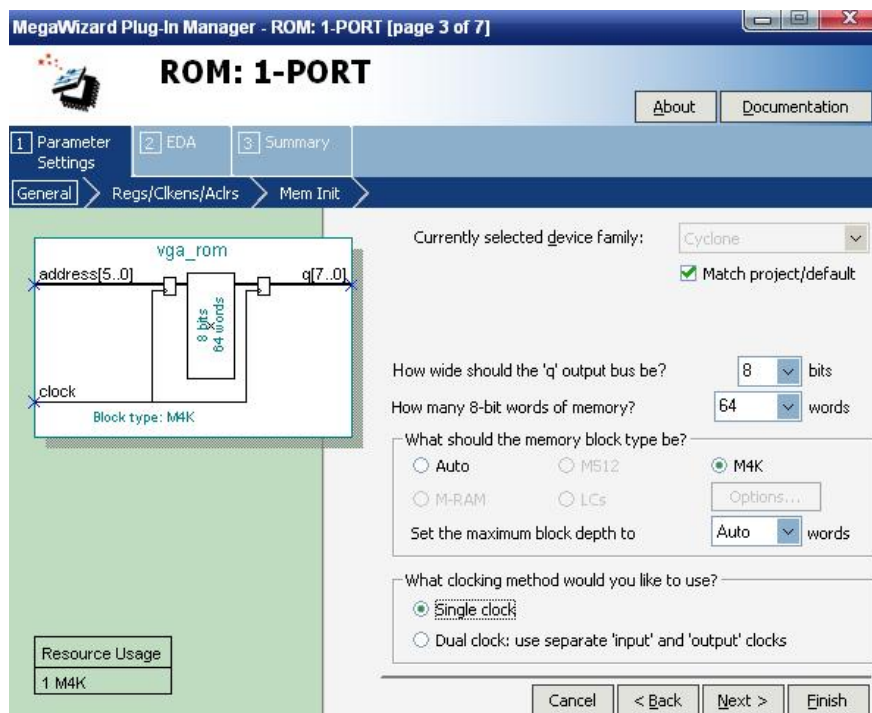

图 5.68 配置单口 ROM
③ 如图 5.68 所示进行配置，实际上我们只需要用到 48 个 8bit 的 ROM。